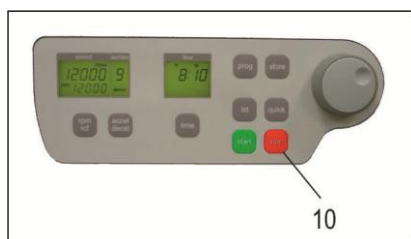

Abbildung 27
Mit der „stop“ Taste (10) (siehe Abbildung 27) kann ein Lauf jederzeit unterbrochen werden. Nach betätigen der Taste wird die Zentrifuge mit der jeweiligen vorgewählten Bremsintensität bis zum Stillstand abgebremst.